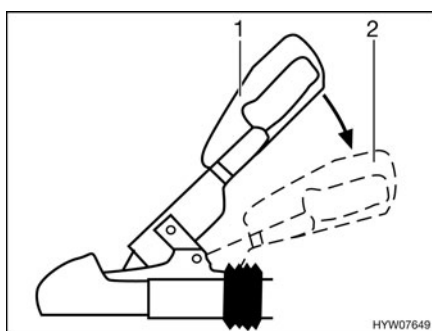

Fig. 158 Tirador de estabilización
- Activar el dispositivo de estabilización. Tirar de la palanca de acoplamiento hacia abajo desde la posición cerrado (Fig. 158,1) hasta el tope (Fig. 158,2).